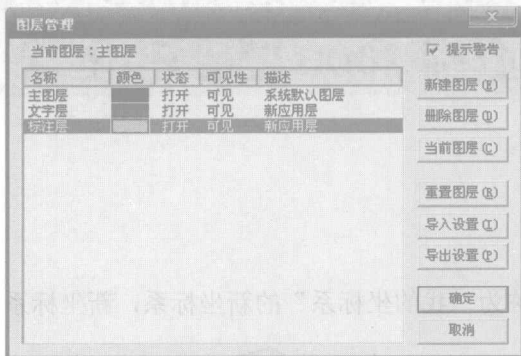

图 1-4 建立图层
(2) 建立如图 1-4 所示图层，标注层颜色为粉色，文字层颜色为淡青色。